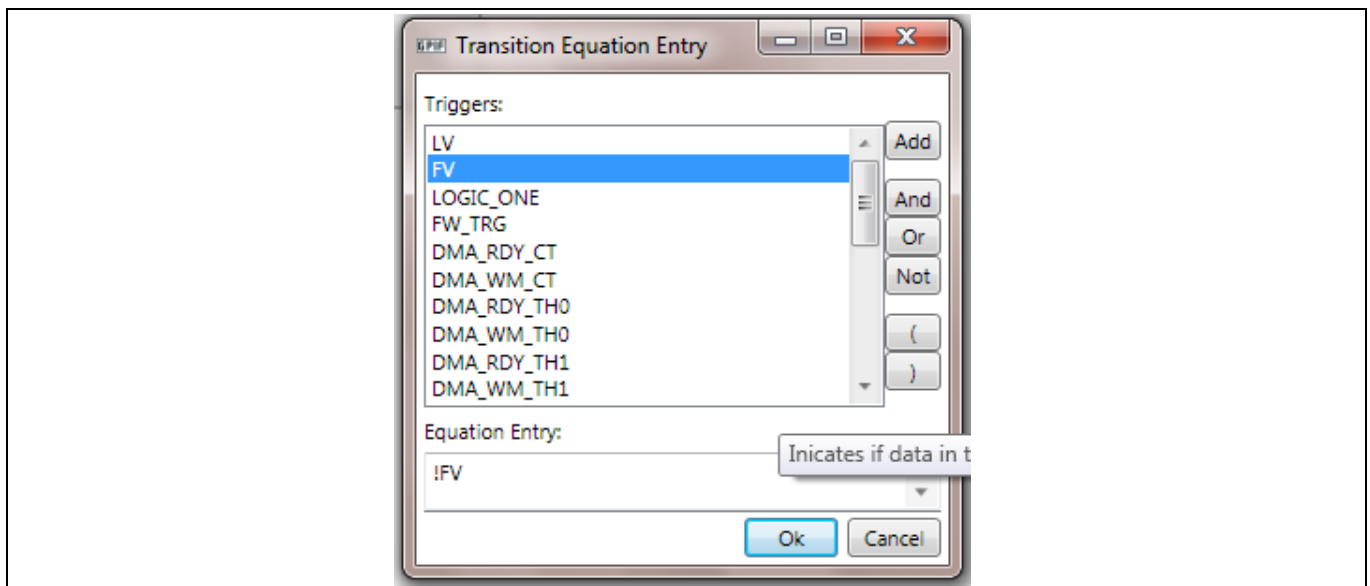
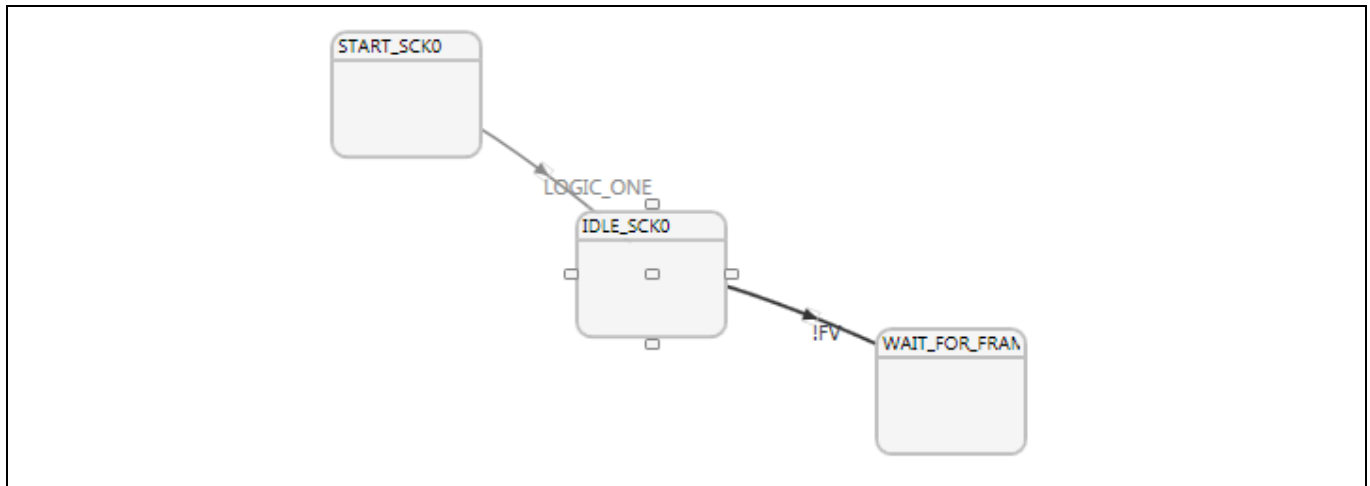

Figure 26 遷移ラインをダブルクリックしてこのウィンドウを開く
Figure 27 編集された遷移
4. IDLE_SCK0 から WAIT_FOR_FRAME_START_0 への遷移方程式を編集するために、遷移ラインをダブルクリックします (Figure 26)。LV と FV は、ブロックダイアグラムの名称変更された信号に対応する方程式として表示されます。FV を LOW に選択するために、ボタンと信号の選択肢を使用して方程式を作成します。「Not」 ボタンをクリックすると、「Equation Entry」 ウィンドウに「!」 記号が現れます。そして、FV 信号を選択し、「Add」 ボタンをクリックして (または FV エントリをダブルクリックする)、最終の方程式「!FV」を作成します。また、方程式入力ウィンドウに「!FV」と入力して方程式を直接入力することもできます。遷移は Figure 27 のようになります。